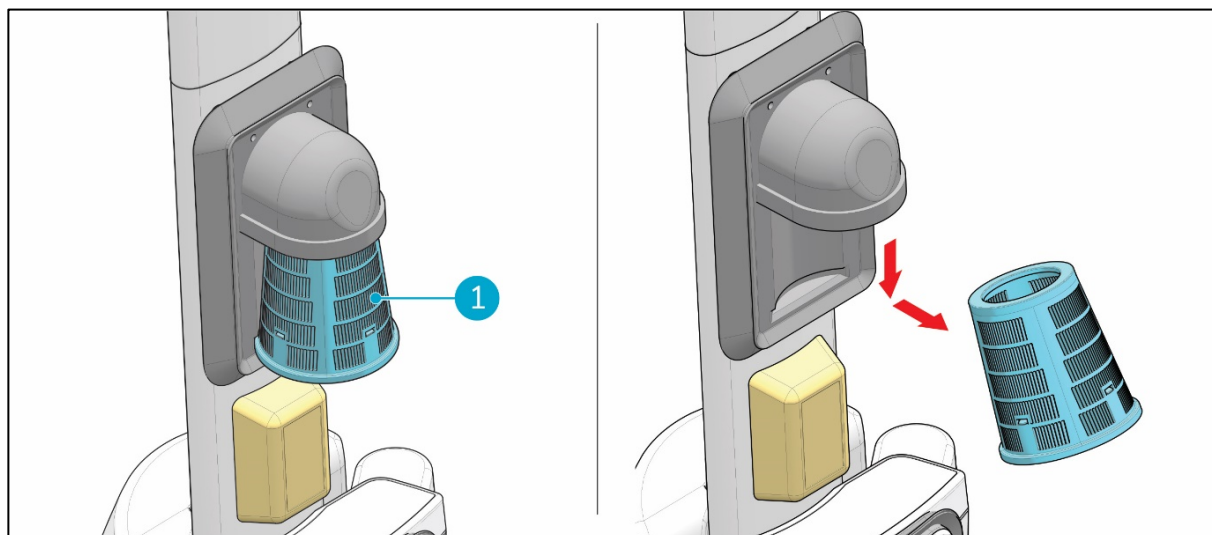

Figura 22
3. Suelta el filtro de succión azul (Figura 22, pos. 1) desde debajo del soporte de goma inclinándolo ligeramente y sacándolo.